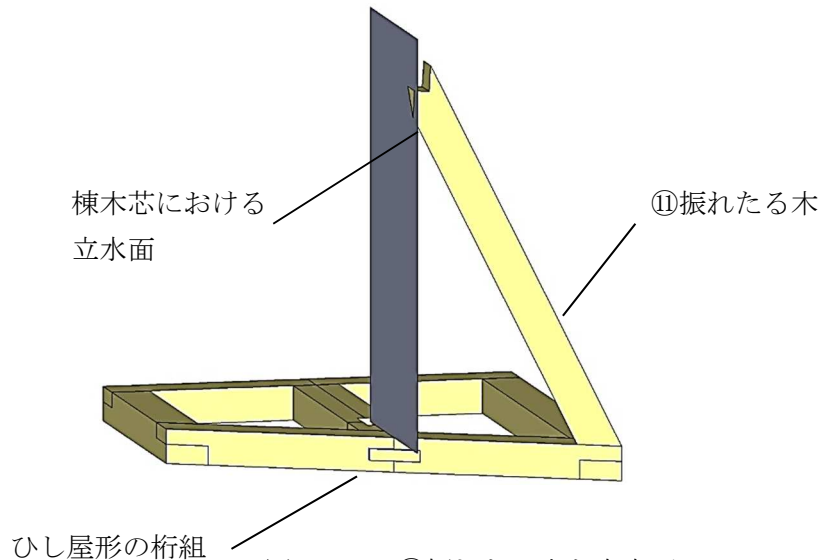

図 2-5-4 ⑪振れたる木と立水面
⑪⑫の取り合い部については、⑪部材を棟木芯における立水面で切断し(図 2-5-4)、これに合わせて⑫振れたる木を突付けて納めた。(図 2-5-5)